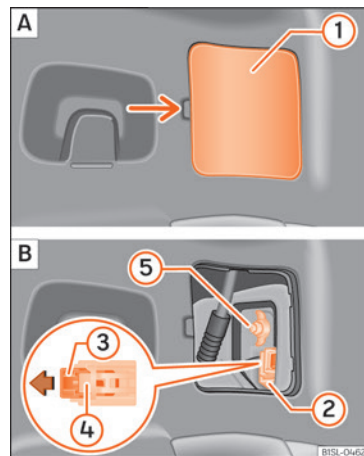

Fig. 52 I siden af bagagerummet: afmontering af baglygte » »
- Vip forsigtigt afdækningen ① af »» Fig. 52 [A].
- Træk låsemekanismen ③ til tilslutningsstikket ② i pilens retning »» Fig. 52 [B]. Anvend i den forbindelse skruetrækkeren, der ligger sammen med bilens værktøj.
- Tryk på fastgørelsen ④, og træk tilslutningsstikket ② af »» Fig. 52 [B].
- Skru vingemøtrikken ⑤ af »» Fig. 52 [B].
- Hold baglygten i monteringsposition med den ene hånd, og spænd vingemøtrikken fast med den anden hånd ⑤ »» Fig. 52 [B].
- Sæt tilslutningsstikket ② på pæreholderen, og tryk låsemekanismen ③ ind i stikket modsat pilens retning »» Fig. 52 [B].